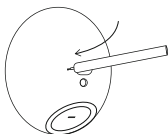

Abbildung 10: Reset-Taste am Bloom Lab
1. Um das Administratorgerät zurückzusetzen, drücken Sie bitte die Reset-Taste an der Unterseite des Geräts (Abbildung 10).
Um das Bloom Lab zurückzusetzen, drücken Sie bitte die Reset-Taste an der Unterseite des Bloom Lab für mehr als 5 Sekunden (Abbildung 10).